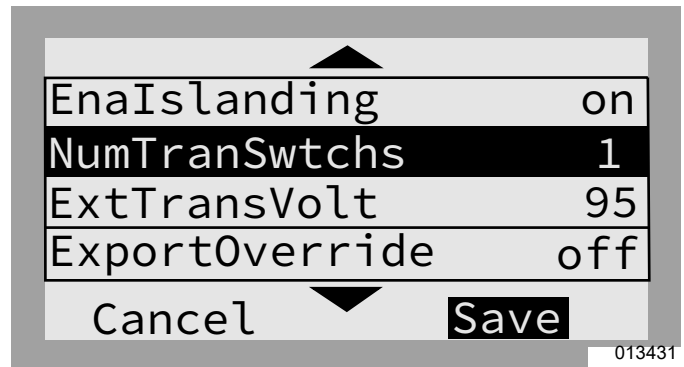
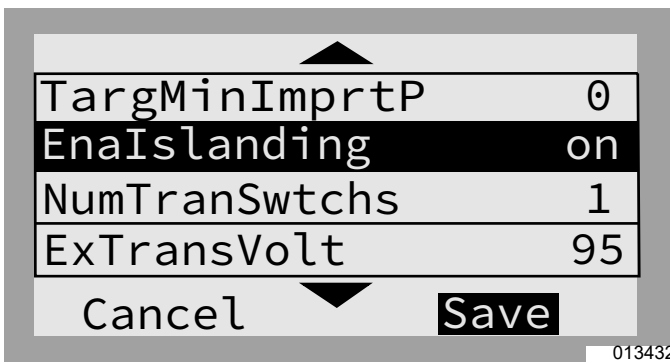
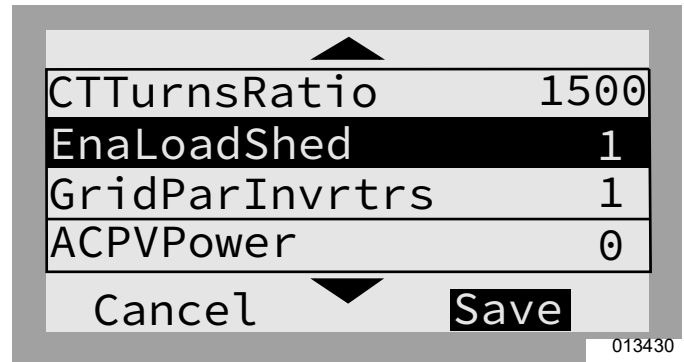
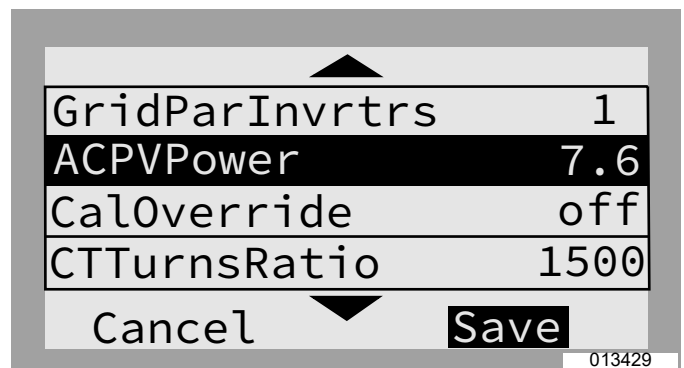

Figure 7-23. PV couplé au réseau + batterie (1 de 3)
Figure 7-22. PV c.a. + batterie avec un ATS PWRcell et gestion des charges
Figure 7-24. PV couplé au réseau + batterie (2 de 3)
Figure 7-25. PV couplé au réseau + batterie (3 de 3)
- Voir Figure 7-22, Figure 7-23, Figure 7-24 et Figure 7-25. Paramètre Mod. Settings (Modifier paramètres) de l'onduleur :